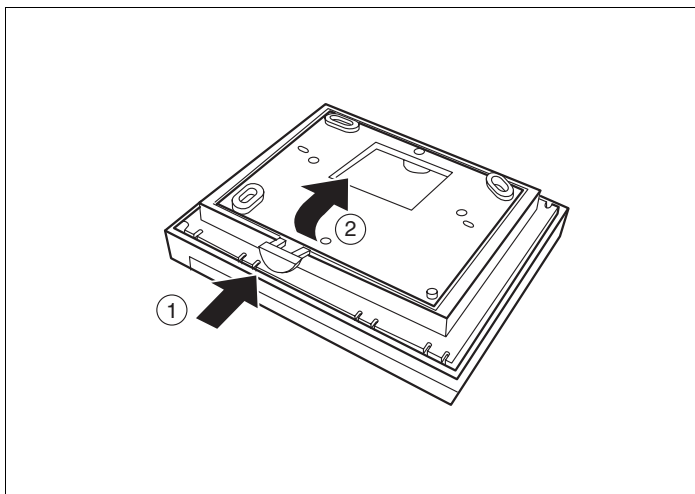

Fig. 2 Se separa termostatul de încăpere de placa de montaj
- Se apasa tasta de dezavorare aflată pe partea de dedesubt a placii de montaj (Fig. 2, **Poz. 1**).
- Se scoate placa de montaj în direcția sageții (Fig. 2, **Poz. 2**).